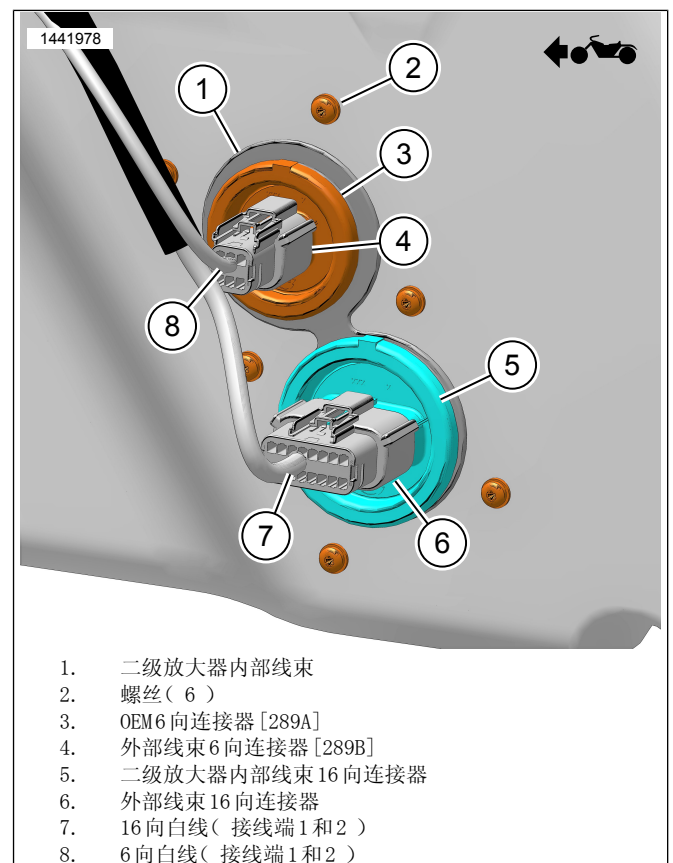

图8。外部线束白线(边箱外)
1. 图8使用专用工具从连接器上卸下接线端。
3. 图8使用电工胶布包裹 16 路连接器 ( 6 ) 中的白线 ( 7 ) 的末端, 或将导线 ( 包括未使用的连接器 [350B] ) 完全从二级放大器线束中拆除。